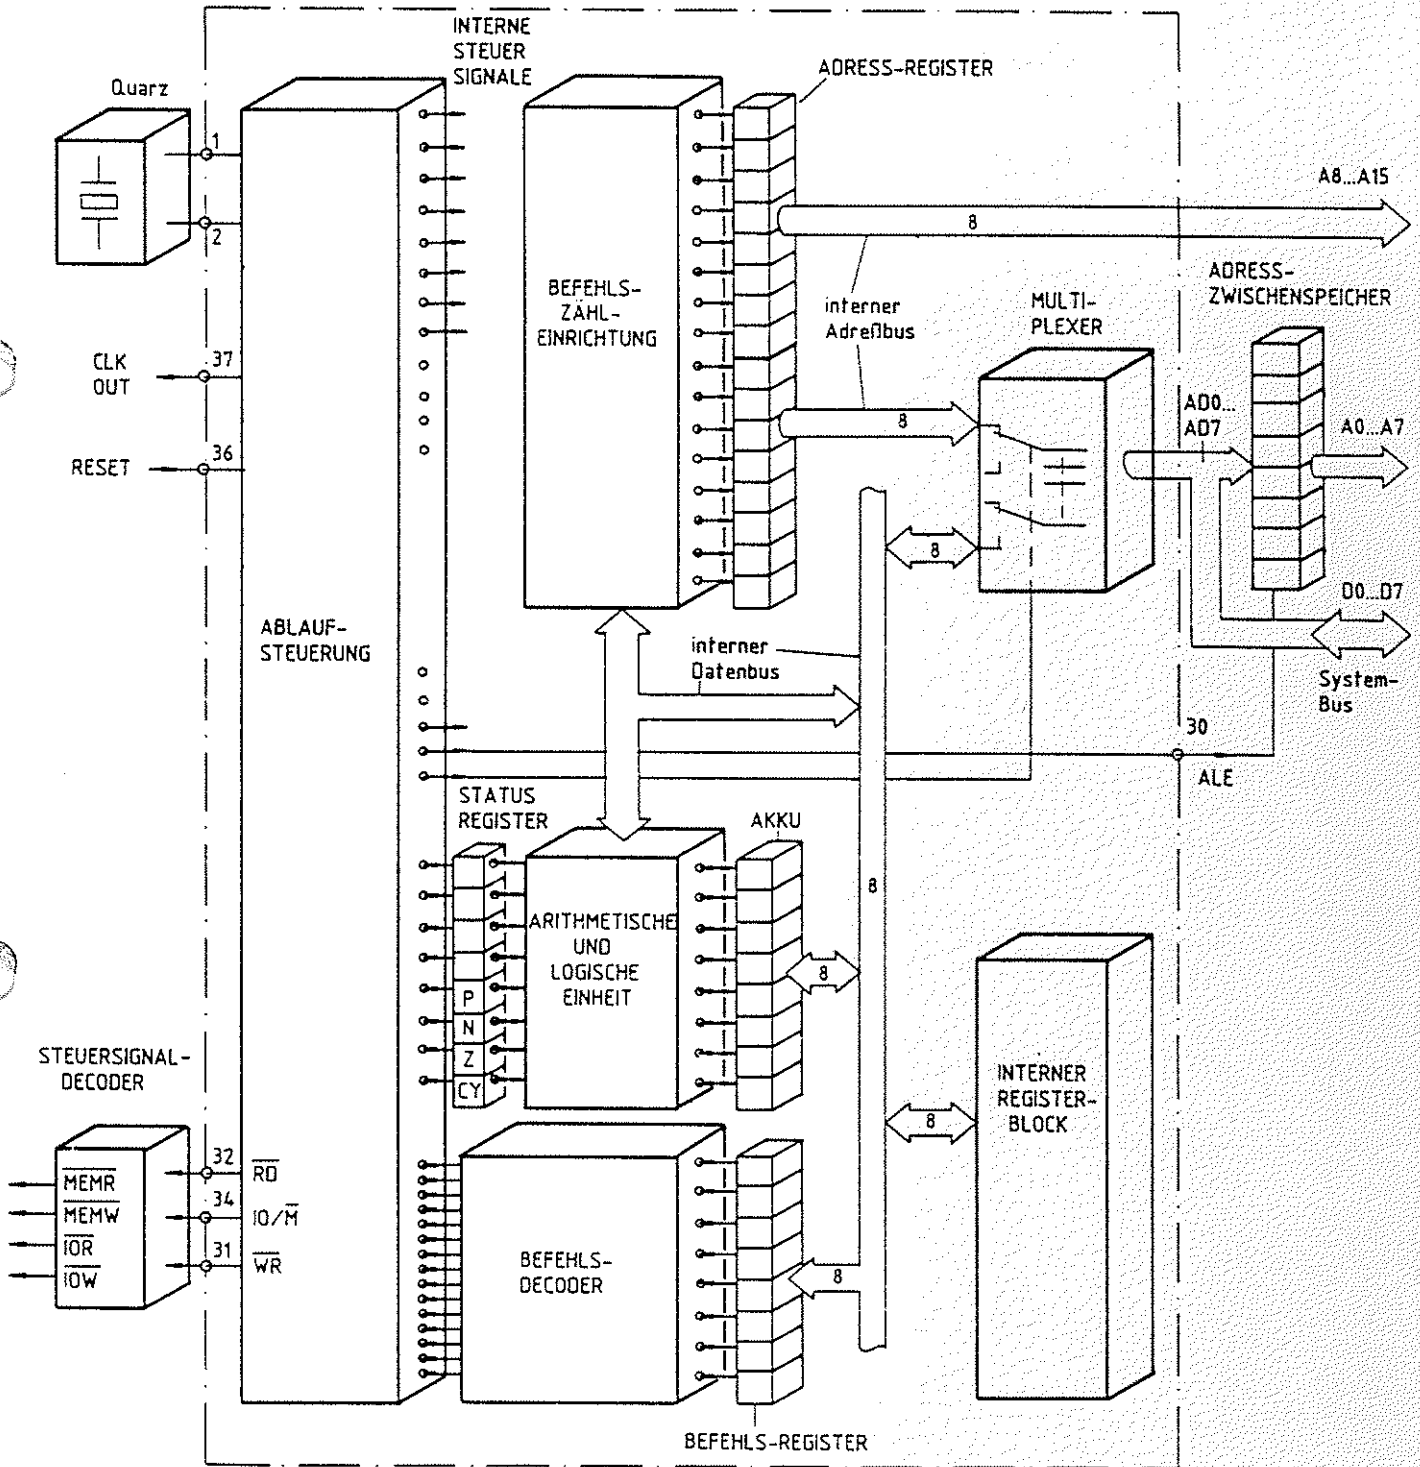
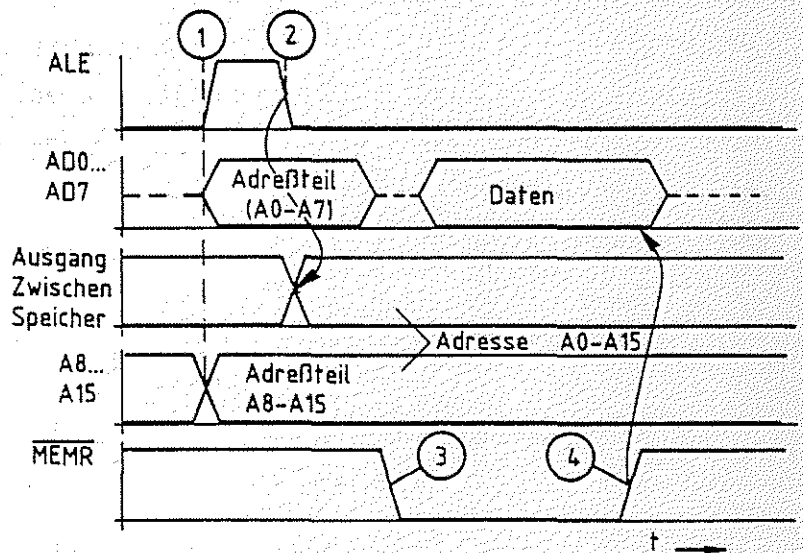

Bild 7: Baugruppe "Prozessor 8085" (Prinzip)
Bild 10: Lesen eines Datenbytes durch die CPU 8085 mit Adreßzwischenspeicherung
Im Theorieteil 1 wurde die interne Struktur eines Mikroprozessors und die Funktion wichtiger Elemente besprochen. Im MFA-Mikrocomputer-Baugruppensystem wird der Mikroprozessor "8085" eingesetzt, der neben den behandelten Registern (Akkumulator, Befehlsregister, Adreßregister und Statusregister) noch weitere besitzt, die jedoch für die grundsätzliche Arbeitsweise des Prozessors nicht von Bedeutung sind. Die Funktion dieser Register wird ausführlich in den "Anwender-Übungen FTÜ 20...." beschrieben. Im Theorieteil 2 wird nun auf die Baugruppe "Prozessor 8085" eingegangen. Hierbei werden einige Besonderheiten erklärt, die sich durch den Einsatz des o.g. Prozessors ergeben. Bild 7 zeigt die wichtigsten Elemente dieser Baugruppe (Prinzip). Vergleichen Sie die interne Struktur des Prozessors 8085 mit der in Bild 1 dargestellten Struktur eines allgemeinen Mikroprozessors.
Da die CPU 8085 einige Funktionseinheiten besitzt, die in anderen Prozessoren nicht vorhanden sind, die Anzahl ihrer Anschlüsse jedoch der anderer Prozessoren (40) entspricht, stehen für die Adreß- und Datensignale nicht wie üblich 24 (16 Adreß- und 8 Datenleitungen), sondern nur 16 Anschlußleitungen zur Verfügung. Damit über diese Leitungen trotzdem 16-Bit-Adressen und 8-Bit-Daten übertragen werden können, müssen einige Leitungen sowohl für den Daten- als auch für den Adreßverkehr verwendet werden. Dies geht nur, wenn man eine bestimmte Zeit lang alle 16 Leitungen für die Übertragung der 16 Adreßbits benutzt und danach 8 Leitungen für die Übertragung der 8 Datenbits. Dieses zeitlich versetzte Ausenden von Adreß- und Datensignalen nennt man "Zeitmultiplex-Betrieb". Zur Gewährleistung dieser Betriebsart wird innerhalb der CPU ein Umschalter (Multiplexer) benutzt. Er verbindet -gesteuert von der Ablaufsteuerung- 8 der 16 Leitungen für bestimmte Zeitabschnitte entweder mit dem CPU-internen Adreßbus oder mit dem CPU-internen Datenbus. Bild 7 zeigt die Anordnung dieses Multiplexers innerhalb der CPU (vergleichen Sie hierzu Bild 1). Die für Adreß- und Datensignale gemeinsam benutzten CPU-Leitungen sind durch die Bezeichnung AD0 bis AD7 gekennzeichnet. Über sie werden die niederwertigen Adreßbytes (A0 bis A7) und die Datenbytes übertragen.
Der zeitliche Verlauf der Signale zeigt, daß eine von der CPU ausgegebene Adresse solange auf dem Adreßbus zur Verfügung stehen muß, bis die CPU von der adressierten Speicherstelle Daten gelesen oder Daten an sie ausgegeben hat. Damit das niederwertige Adreßbyte auch während der Zeit des Datentransportes auf dem Adreßbus ansteht, muß es außerhalb der CPU zwischengespeichert werden. Der hierzu nötige Zwischenspeicher ist in Bild 7 schon berücksichtigt. Zur Übernahme des niederwertigen Adreßbytes in diesen Zwischenspeicher sendet die CPU jeweils bei Ausgabe einer neuen Adresse das Signal ALE aus. ALE steht für "Address-Latch-Enable" und bedeutet "Freigabe des Adressenspeichers". Mit diesem Signal muß die Übernahme der unteren acht Adreßbits in den Zwischenspeicher erfolgen. Bild 10 zeigt das Signal-Zeitdiagramm für diese Adreßzwischenspeicherung.